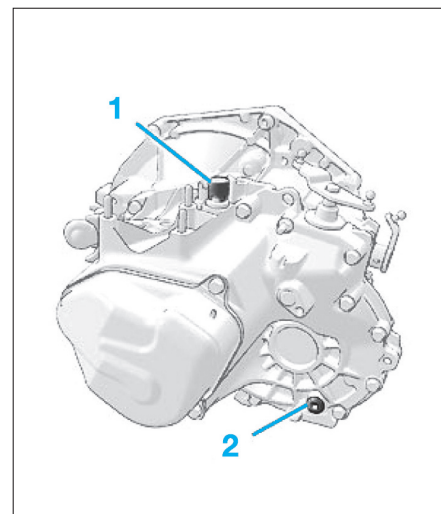

Fig. 12
- Déposer le bouchon (2) pour effectuer la vidange (Fig.12).
- Reposer le bouchon de vidange (2).
- Déposer le bouchon de l'orifice de mise à l'air libre (1).